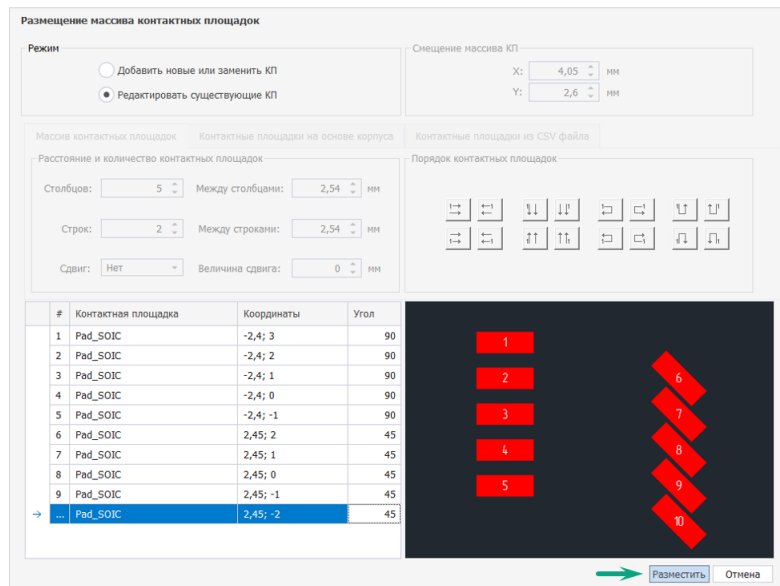

Рис. 120 Завершение редактирования массива контактных площадок
4. Нажать «Разместить», см. Рис. 120.